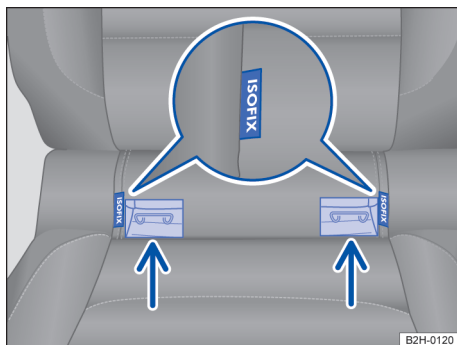

Fig. 44 No banco do veículo: identificação dos pontos de ancoragem inferiores para cadeiras de criança.
Dois olhares de retenção para cada cadeira, os chamados pontos de ancoragem, encontram-se entre o encosto e o banco nos assentos laterais do banco traseiro → Fig. 44.
- Colocar a cadeira de criança nos olhais de retenção no sentido das setas → Fig. 44. As aberturas de introdução encontram-se perpendicularmente ao lado da inscrição ISOFIX. A cadeira de criança deve engatar de modo seguro e audível (clique).
- Posicionar a cadeira de criança sobre a superfície do banco e prender os ganchos dos cintos de fixação nos olhais de fixação → Fig. 44, desde que os cintos de fixação tenham sido fornecidos juntamente com a cadeira de criança.